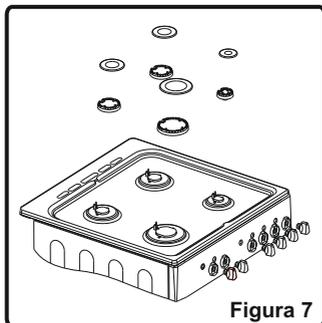

Figura 7
- Remover o espelho do queimador e o adaptador (Figura 7).